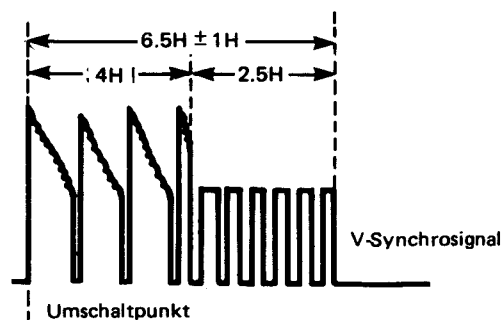

Abbildung 91
4. Den R718 so einstellen, daß der Ausgang des Kanal-1 bei  $6,5 H \pm 1 H$  vor dem V-Synchrosignalausgang des Kanals-2 abfällt. Siehe Abbildung 91.